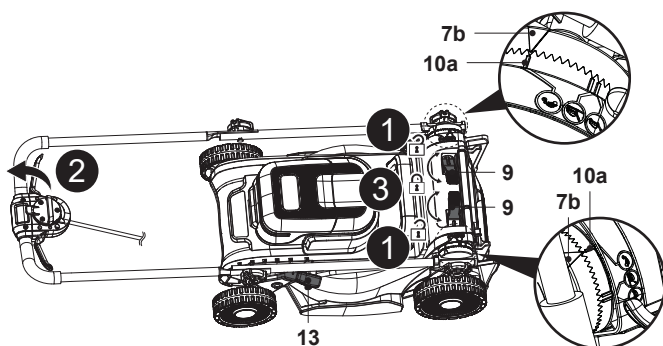

Fig. 21
- Retirer le bac de ramassage (8)/l'obturateur mulching (24).
- Régler le levier de réglage de la hauteur de coupe (13) sur la position la plus basse.
- Desserrer les deux leviers de serrage (9), puis replier complètement l'ensemble de guidon (Fig. 21, étapes 1, 2).
- Fixer les raccords en verrouillant les deux leviers de serrage (9) et s'assurer que le triangle de repère (7b) est aligné sur l'indicateur de stationnement (10a) afin d'éviter toute dispersion (Fig. 21, étape 3).
- Ranger la tondeuse à gazon à plat ou en position verticale (Fig. 21).